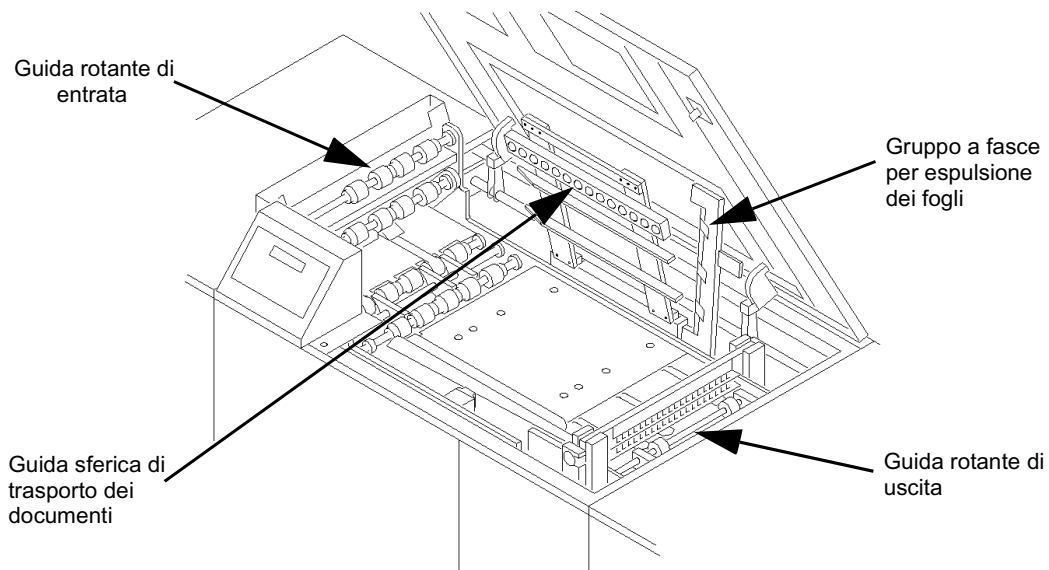

Figura 4-2: I componenti del percorso interno della carta
- 3 Aprire (sollevare) la guida rotante di entrata, come illustrato nella Figura 4-2. Pulire gli elementi rotanti con alcol isopropilico e un panno pulito liscio. Controllare che non vi siano accumuli di polvere o toner sotto la piastra di base.
- 4 Aprire (sollevare) la guida sferica di trasporto dei documenti, come illustrato nella Figura 4-2. Pulire la cinghia verde al di sotto della sfera della guida, entrambi i riflettori dei sensori e i sensori (sotto i fori nella piastra di base) con alcol isopropilico e un panno pulito liscio. Controllare che non vi siano accumuli di polvere o toner sotto la piastra di base.